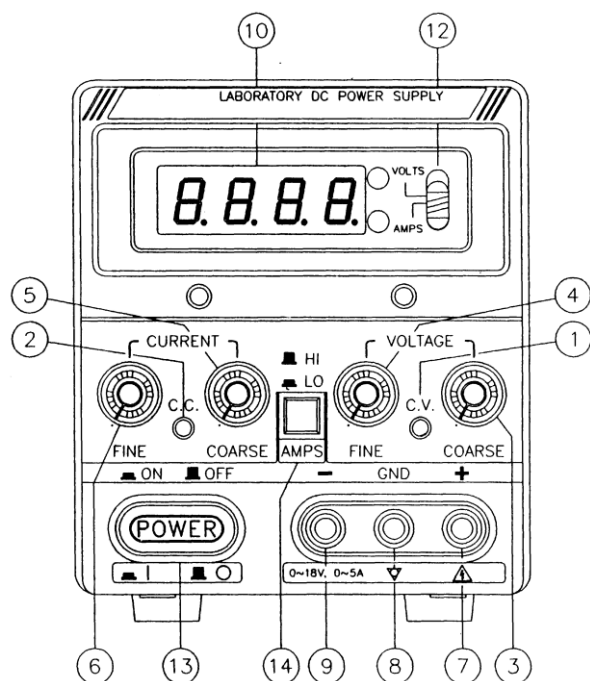

Рис. 6.1. Передняя панель (цифровая шкала, индекс D)
6.2 Органы управления и индикации передней панели (рис. 6.1 – 6.2)